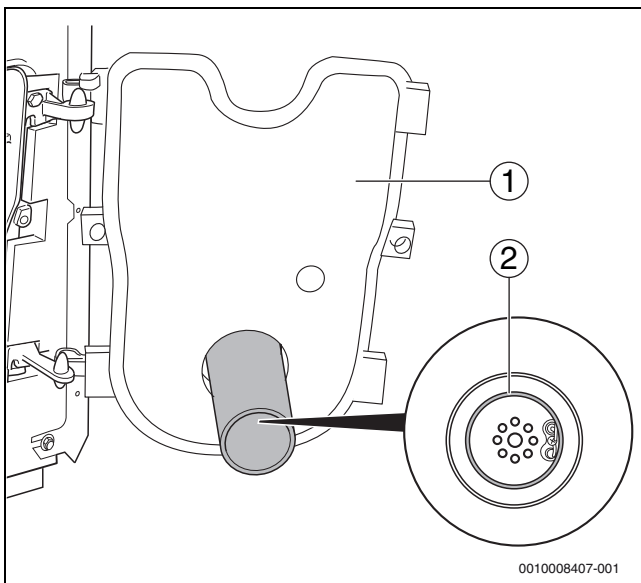

Fig. 43 Controllo della guarnizione posizionata correttamente
- ▶ Chiudere la porta del bruciatore (→fig. 43, [1]) e serrare le viti di fissaggio della porta del bruciatore (ca. 10 Nm).